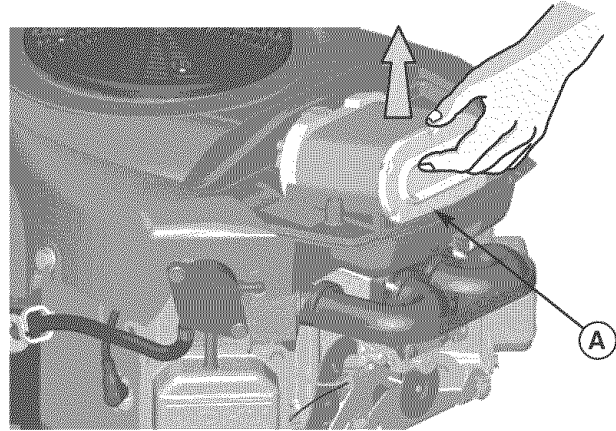

Figura 33. Remoción del Filtro de Aire
2. Encuentre el cartucho del filtro de aire (A, Figura 33). Jale el borde delantero del cartucho hasta que desenganche de su lugar.